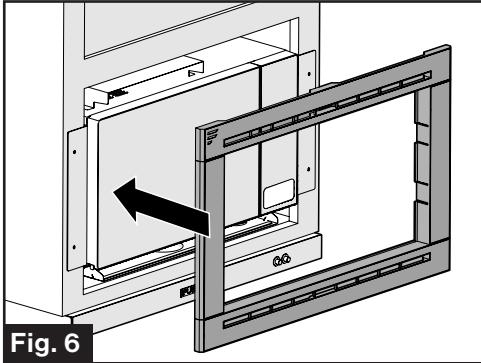
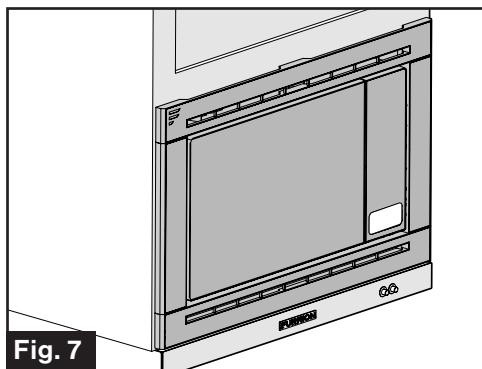

Fig. 6
Fig. 7
6. Instale el kit de molduras montado sobre el horno de microondas y presione para asegurarlo en su lugar. (Fig. 6 y Fig. 7)